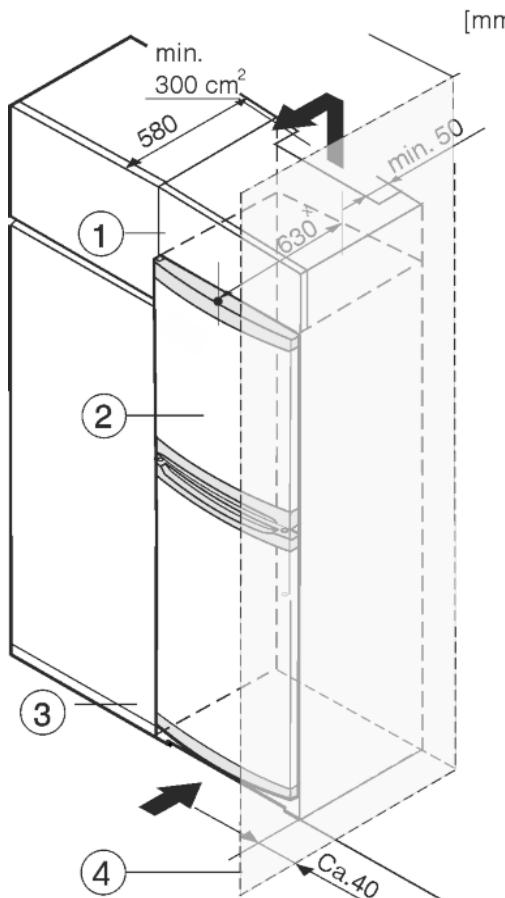

Fig. 8
Zariadenie môže byť zabudované medzi kuchynskými skriňami. Aby sa zariadenie Fig. 8 (2) prispôsobilo výške kuchynskej linky, môže sa nad zariadením umiestniť nadstavná skrinka Fig. 8 (1).
Pri vstavaní s kuchynskými skriňami (hlbka max. 580 mm) je možné zariadenie inštalovať priamo vedľa kuchynskej skrine Fig. 8 (3). Zariadenie vyčnieva nabok 34 mm × a v strede zariadenia 50 mm × oproti prednej časti kuchynskej skrine.
Ak je zariadenie umiestnené so zavesením vedľa steny Fig. 8 (4), musí vzdialenosť medzi zariadením a stenou činiť minimálne 40 mm. To zodpovedá presahu držadla pri otvorených dverách.